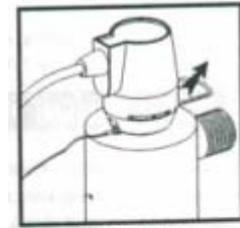
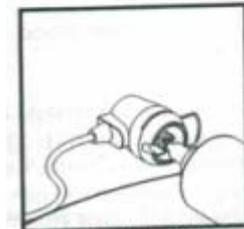

FIGURE 2A
FIGURE 2B
2. Выключите питание. Отсоедините коннектор Safety-loc от корпуса (рис. 2A). Уберите коннектор и лампу из реакторной камеры. Как только вы видите лампу, отсоедините разъем от неё (рис. 2B). Не крутите лампу, а потихоньку вынимайте, постарайтесь не задеть концы, поскольку можно повредить кварцевый слив. Для безопасности рекомендуется надевать перчатки, или использовать в качестве защиты лампы мягкую ткань.